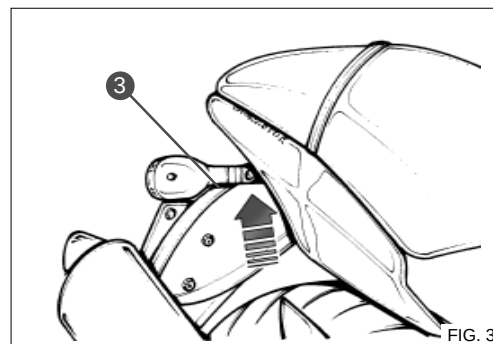

FIG. 3
*To replace the tail lamp bulbs, remove the two screws (2) from the lamp glass, and then withdraw the lamp-stop bayonet twin light. For the number plate light, remove and withdraw the rubber bulb holder (3) from the internal side of the rear mudguard (see figure 3).*
Pour l'éclaireur de plaque, extraire la douille en caoutchouc (3) par l'intérieur du garde-boue arrière (voir figure 3).
Zum Auswechseln der Nummernschildlampe die Lampenfassung (3) aus Gummi vom Inneren der hinteren Stoßstange herausnehmen (siehe Abbildung 3).